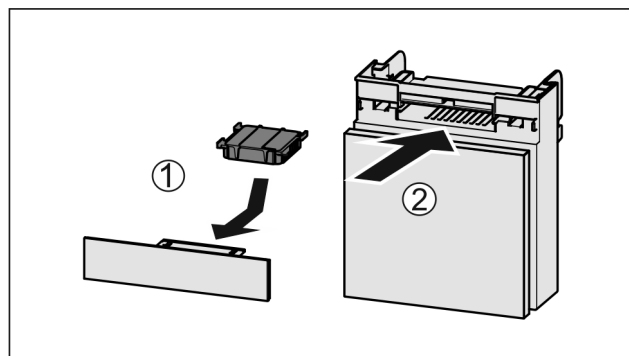

Fig. 39
- ▶ Поставете Fig. 39 (1) филтъра с активен въглен, както е показано на фигурата.
- ▶ Вкарайте Fig. 39 (2) отделението.